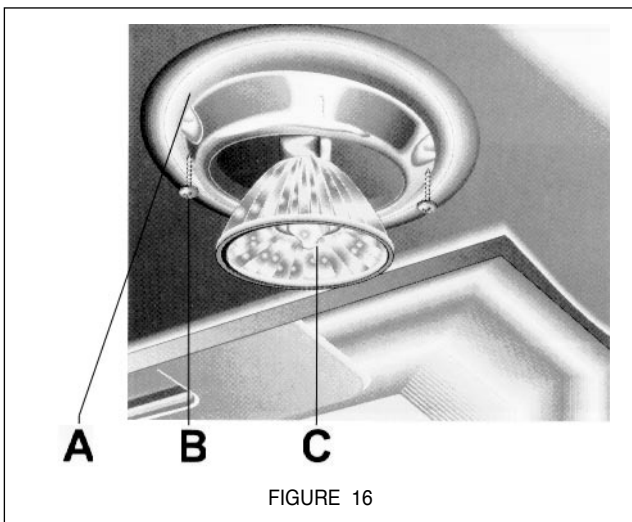

FIGURE 16
Avant d'essayer de remplacer les ampoules, s'assurer que l'interrupteur soit hors circuit. Pour remplacer l'ampoule, la bague (A) autour de l'ampoule (C) doit être retirée, tel qu'il est indiqué à la **FIGURE 16**. La bague (A) est fixée par deux vis (B). Retirer les deux vis et la bague, puis retirer l'ampoule et la remplacer par une nouvelle ampoule. Dès que l'ampoule est en place, replacer la bague.